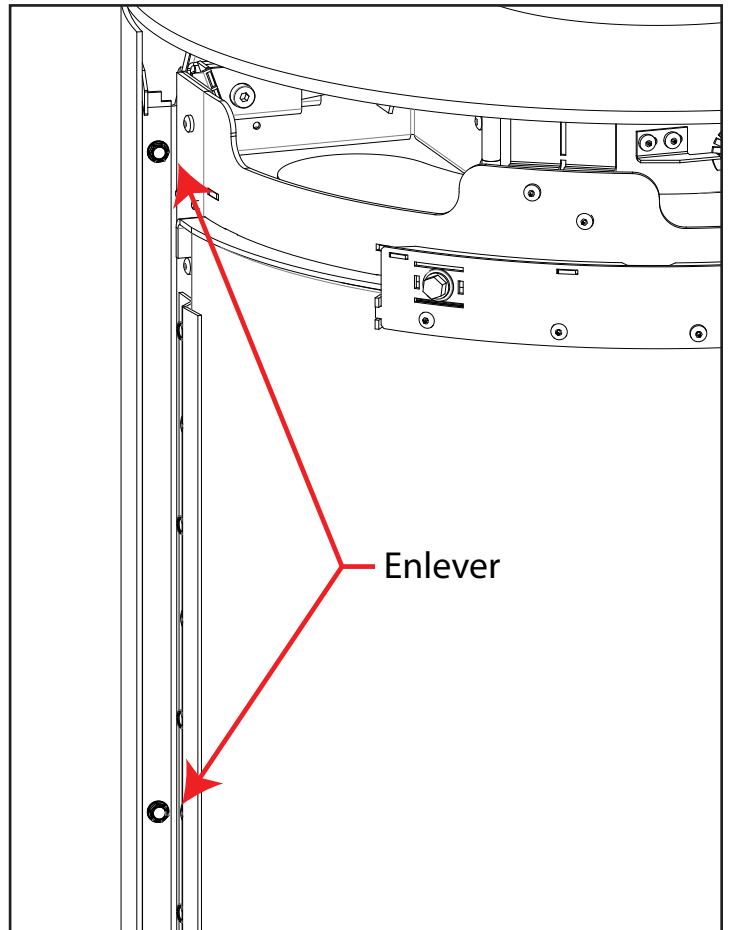
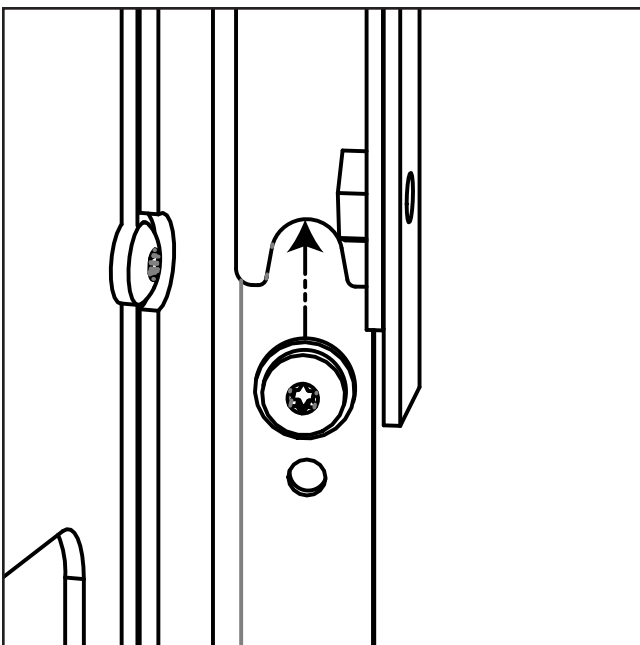

Figure 30: Détachement du châssis arrière
Figure 31: Entretoise de châssis arrière
3. Positionnez-vous de manière à vous permettre de soutenir le châssis une fois détaché. Retirez les quatre vis de montage à l'aide d'une douille 5/16" (voir la Figure 30). Il y a deux entretoises en bas à l'arrière qui supportent le poids du châssis arrière (voir la Figure 31). Le châssis pivotera vers l'arrière une fois complètement détaché.
Retirez les six (6) écrous retenant la jupe arrière à l'aide d'une douille 3/32" (ou 9 mm) (voir la Figure 30).
Retirez les quatre (4) écrous retenant la bande de façade à l'aide d'une douille de 3/32" (ou 9 mm) (voir la Figure 31).